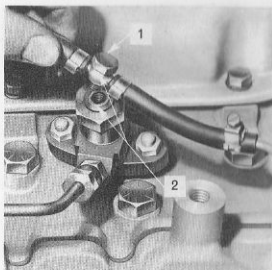

Fig. 52 Borttagning av insprutarnas läckoljeledning
1. Tag bort all lös smuts från områdena runt insprutarna och rören. Lossa läckoljeledningens anslutningar från insprutarna, fig. 52, och tag bort ledningen.